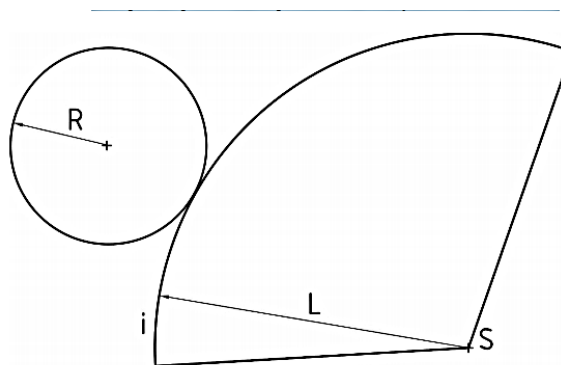

Рисунок 14. Развертка конуса
- угол развертки боковой поверхности конуса определяется по формуле: $\alpha = (360^\circ \times R) / L$, где R – радиус основания конуса, - длина образующей конуса в любом месте на полученной дуге построить основание пирамиды с окружностью радиуса R (рис. 14).